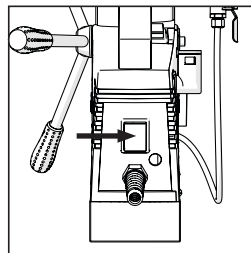

Fig. 4
- Använd vippströmbrytaren på maskinens omkopplingspanel för att tillföra energi till magneten. **(Fig. 4)**